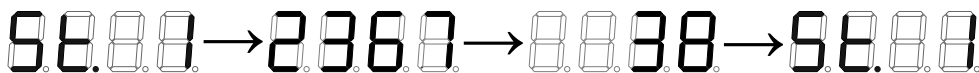

Рисунок 12.5. Пример индикация в режиме работы «1»:
10.8. В любом из режимов работы на цифровом индикаторе выводится время наработки рециркулятора. Оно соответствует наибольшему значению времени наработки одной из ламп (см. рис. 12.5 и 12.6). При этом имеется возможность просмотра времени наработки каждой лампы (канала счётчика) отдельно.